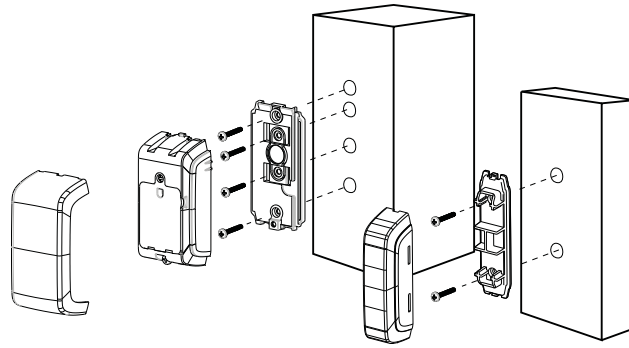

Figura 7: Montaggio su una superficie piana
4. Segnare e praticare i fori necessari sulla superficie di montaggio. Vedere Figura 7.
7. Montare la base del magnete con le due viti in dotazione su una superficie adiacente e montare il magnete sulla staffa. Vedere Figura 7.